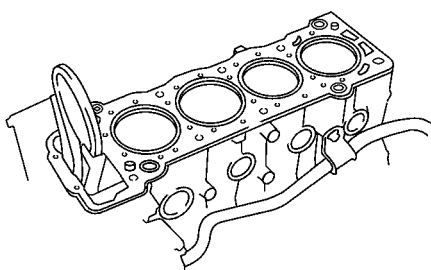

图 1-67 放上新的气缸盖垫片
2) 将一片新的气缸盖垫片放到气缸体结合面上，如图 1-67 所示。